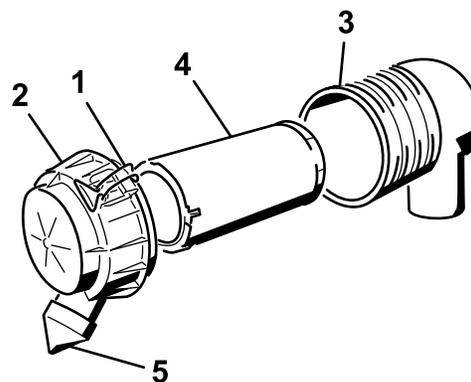

Рисунок 26
3. Освободите защелки воздухоочистителя и снимите крышку воздухоочистителя с корпуса воздушного фильтра (Рисунок 26).
6. Осторожно извлеките фильтр из корпуса воздушного фильтра (Рисунок 26).
8. Осторожно установите фильтр (Рисунок 26).
9. Установите крышку воздухоочистителя таким образом, чтобы пылезащитный колпачок был ориентирован вниз, и закройте защелки (Рисунок 26).